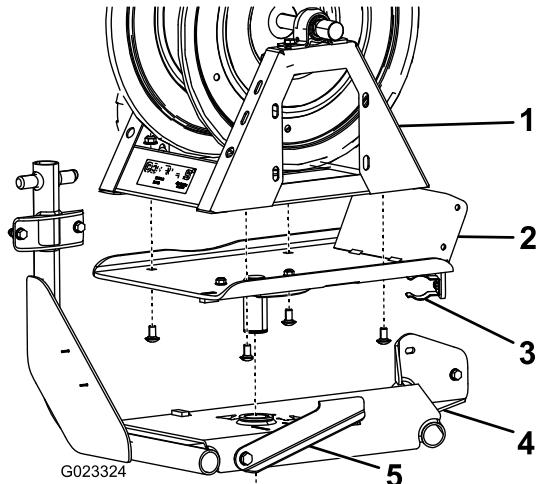

Figura 6
2. Fissate la parte girevole alla base dell'avvolgitubo con 4 bulloni a testa tonda piccoli e 4 dadi flangiati (3/8 poll.) (Figura 6).
3. Abbassate la piastra girevole nel foro del supporto per avvolgitubo (Figura 6).